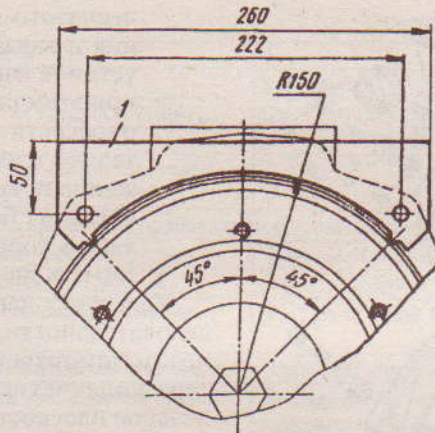
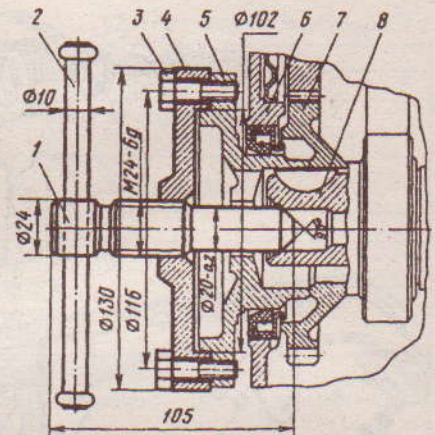

Рис. 2.4. Стопорение маховика от проворачивания
Рис. 2.5. Съемник для снятия центробежного маслоочистителя: 1 – винт съемника в сборе с воротком; 2 – корпус съемника; 3 – коленчатый вал; 4 – шестерня
- ✓ используя стопор 1 (рис. 2.4), устанавливаемый на шпильки картера коленчатого вала, застопорить от проворачивания маховик, отогнуть усик стопорной шайбы болта центробежного маслоочистителя, отвернуть болт, снять стопорную шайбу, маслоотражатель. Используя съемник (рис. 2.5), снять корпус центробежного маслоочистителя;